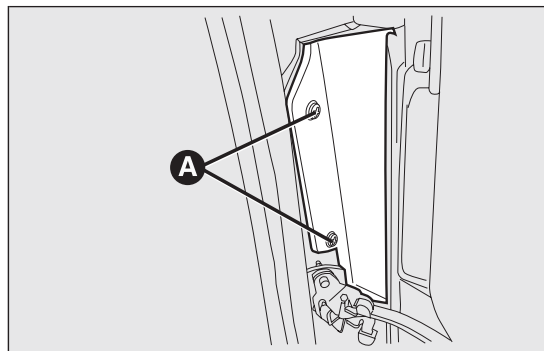
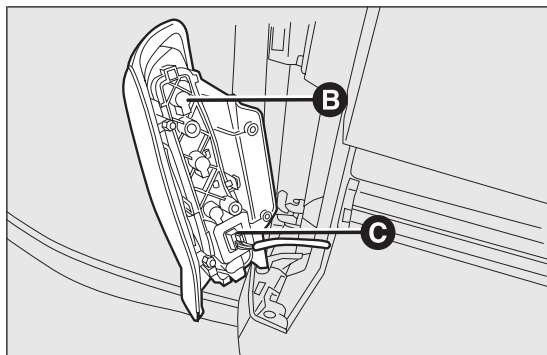

fig. 158
fig. 159
- svitare le viti A fig. 158 in modo da accedere al gruppo ottico B fig. 159;
- sfilare il connettore C fig. 159.